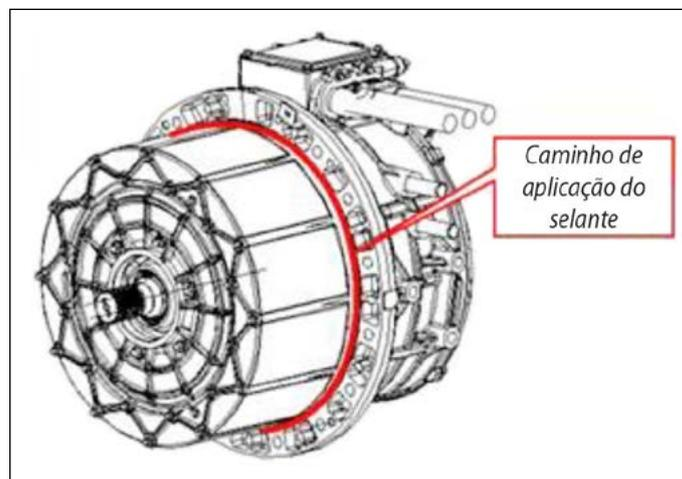

Figura 5-1-23
1. Conforme mostrado na Figura 5-1-23, aplique um círculo completo de selante (Loctite 5460) de maneira uniforme e contínua.